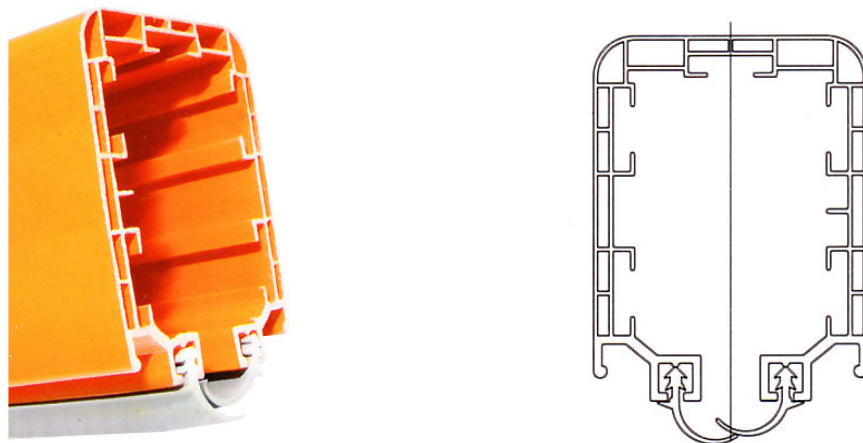

Рисунок 17 – Общий вид односторонней закрывающей шторки.
3.16. Характеристика односторонней закрывающей шторки (см. рис.17):